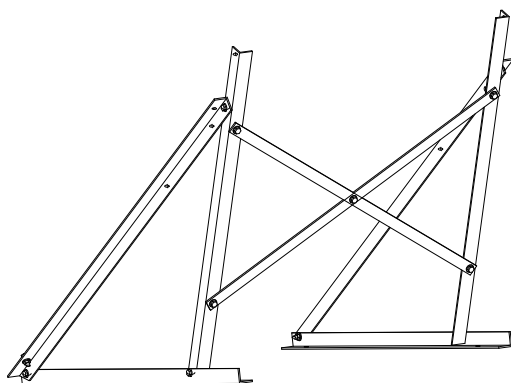
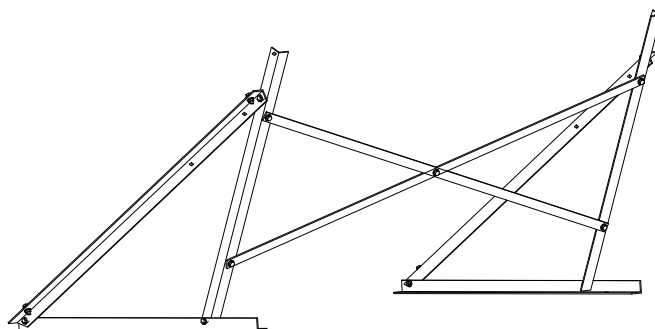

figura 6.11
figura 6.12
3. Fissare i 2 traversi posteriori (8) come indicato nella figura sotto. Per il kit 1 pannello fare riferimento alla figura 6.11, mentre per il kit 2 pannelli fare riferimento alla figura 6.12.